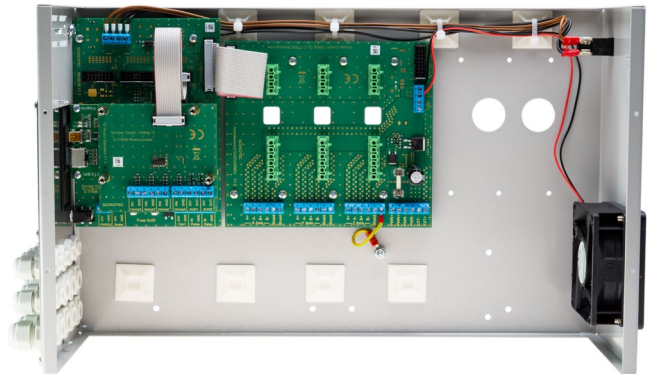

Bild 21: Fertig zum Anschluss der Maschinenkabel
- Bringen Sie die Klebesockel an, wie in Bild 21 gezeigt.